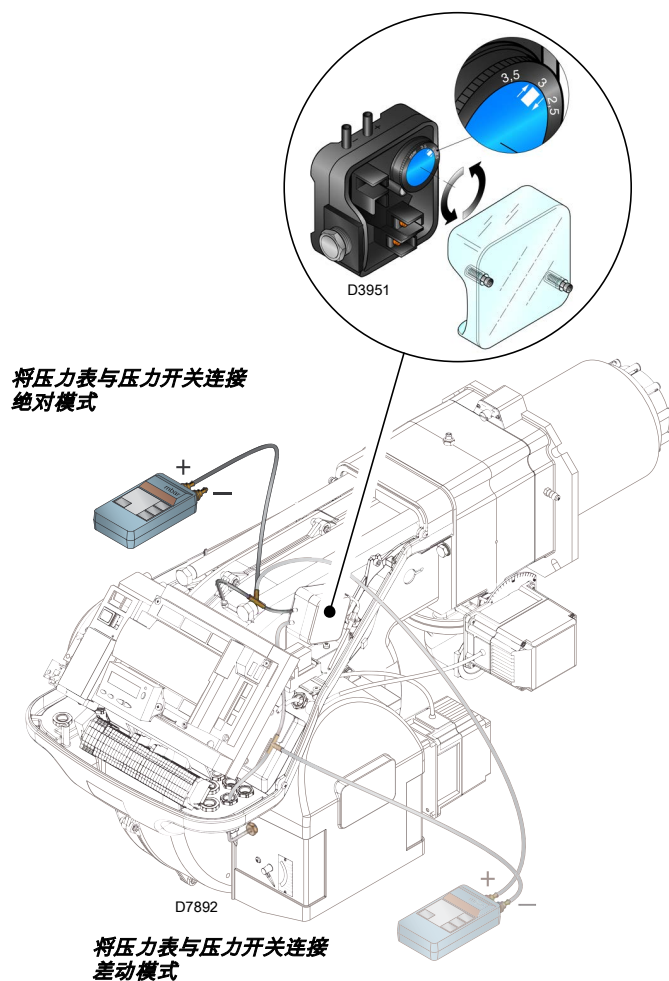

图 29
- 调节最小燃气压力开关 (图 29 页 35) 至量程的起始位置。
燃烧器各部分调节时，风压开关置于量程开始位置，上述所有调整结束后，再调节风压开关（图 29）。
压力计的连接如图 29 所示。
在此情况下，压力计必须以差分模式连接，如图 29 所示。